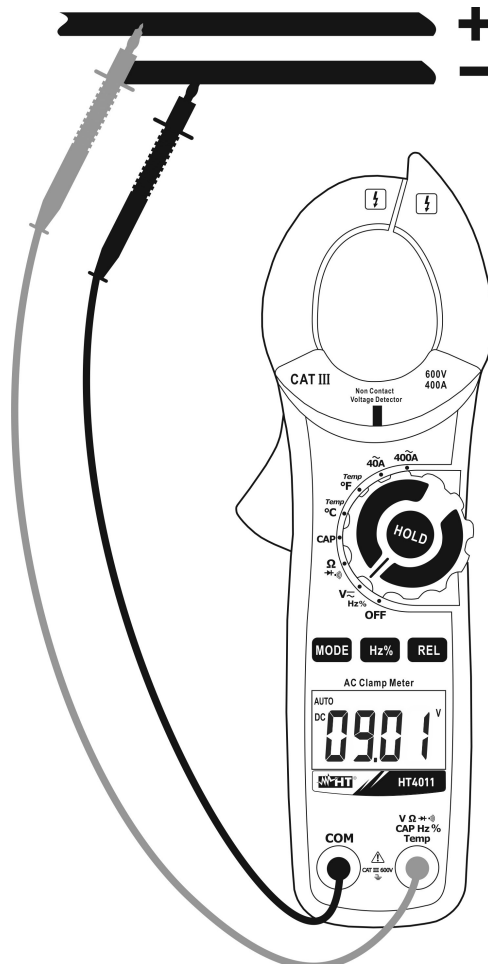

Abb. 2: Verwendung der Zange für Gleichspannungsmessung
2. Verbinden Sie die rote Messleitung mit der **VΩHz%CAPHz%Temp** Eingangsbuchse, und die schwarze Messleitung mit der **COM** Eingangsbuchse (Abb. 2).